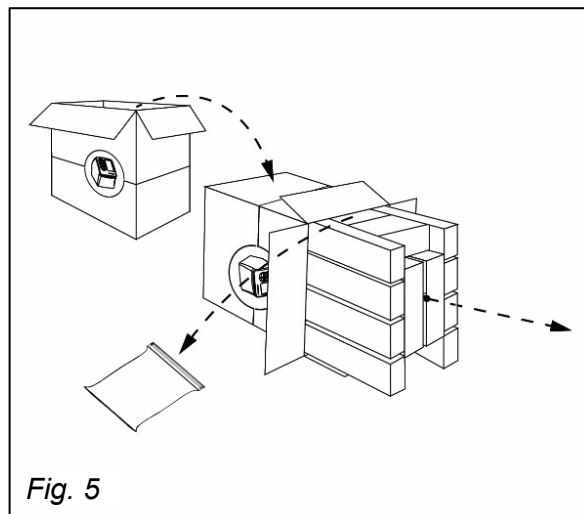

Fig. 5
2.2.4. Ruotare la scatola lateralmente (Fig. 5)
2.2.5. Far scorrere lentamente lo strumento e la schiuma circostante fuori dalla scatola, utilizzando il tubo marrone presente tra i pannelli in schiuma (Fig. 5)
2.2.6. Rimuovere il sacchetto degli accessori e metterlo da parte (Fig. 5)